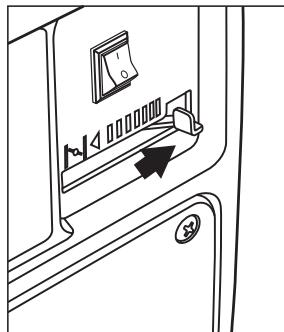

рис. 9
10. Дайте двигателю поработать в течение 3–5 минут, чтобы прогреть его. По мере прогрева двигателя постепенно передвигните рычаг воздушной заслонки в положение «Открыто» (рис. 9).